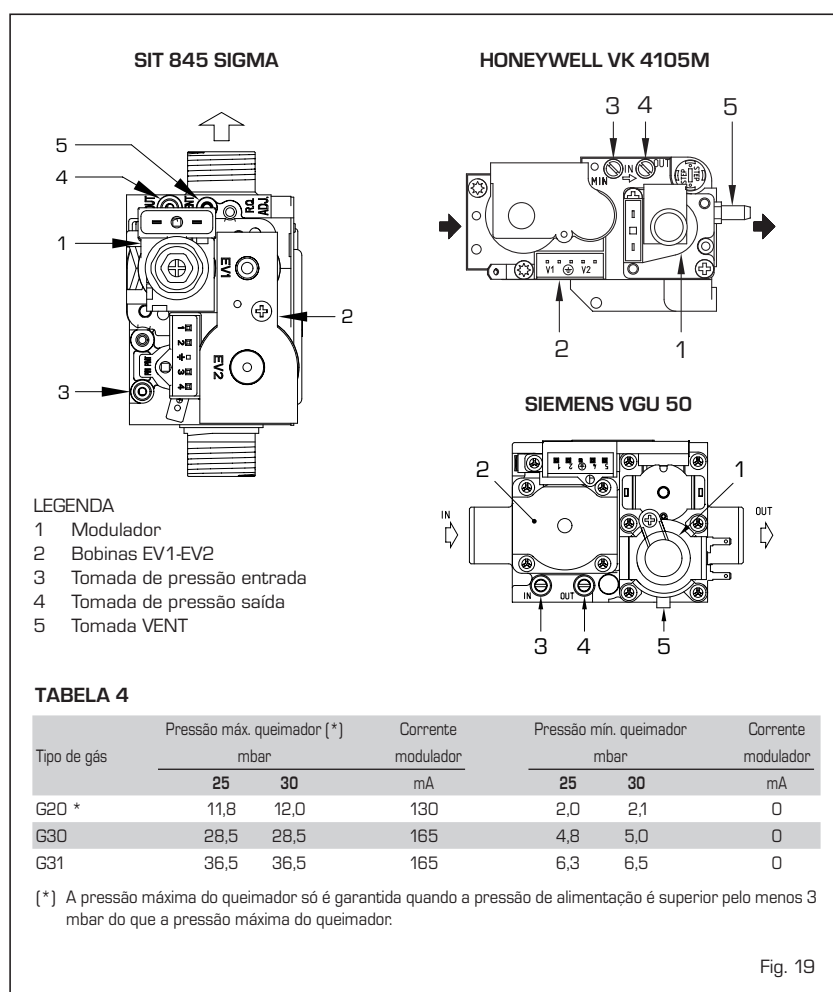

Fig. 19
As caldeiras são produzidas de série com válvula gás modelo SIT 845 SIGMA, HONEYWELL VK 4105M o SIEMENS VGU 50 (fig. 19). A válvula gás é regulada para dois valores de pressão: máxima e mínima, que correspondem, segundo o tipo de gás, aos valores indicados na **Tabela 4**. A regulação da pressão de gás aos valores máximo e mínimo é feita pela SIME durante a produção: desaconselha-se portanto qualquer variação. Somente em caso de transformação de um tipo de gás de alimentação (metano) para outro (butano ou propano) será admitida a variação da pressão de trabalho.
- **Desligue o tubo da tomada VENT da válvula [5 fig. 19].**